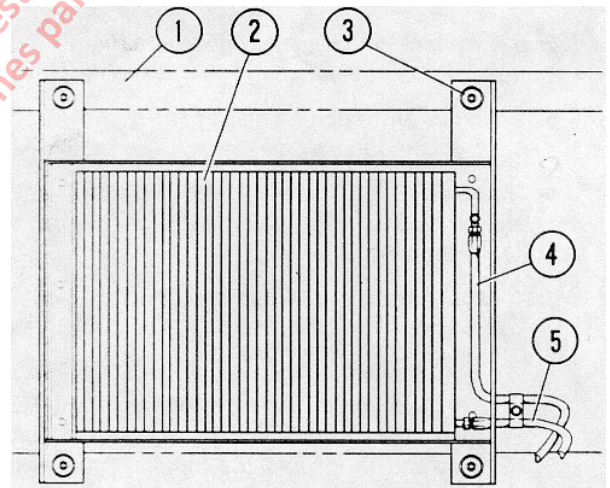

FIGURA 3-2 CONDENSADOR DEL AIRE ACONDICIONADO
- b. Saque la abrazadera y desconecte las mangueras de entrada y salida (4 y 5, Figura 3-2) del condensador. Saque los tornillos de montaje (3) y saque el condensador.